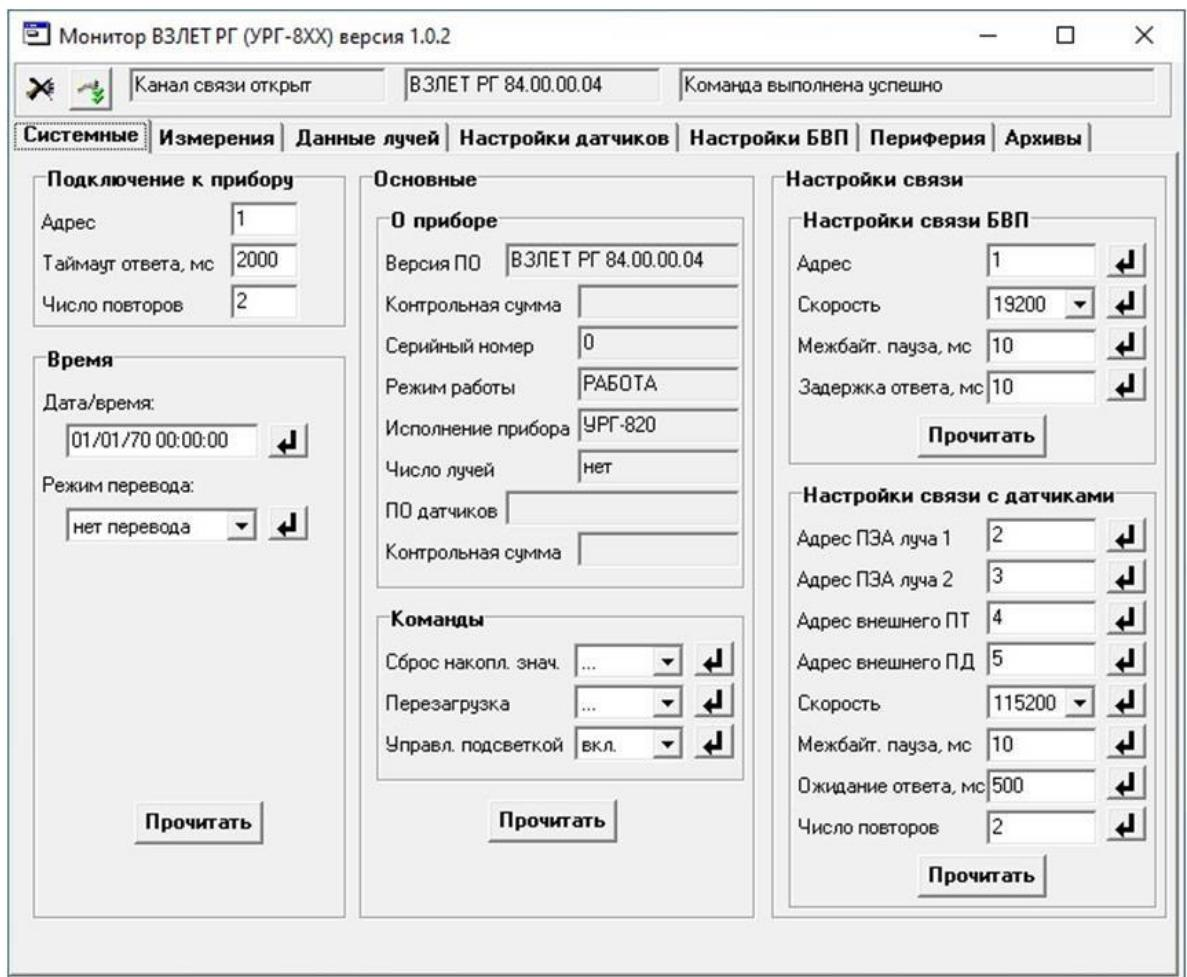

Рисунок 20 - Основное окно программы после установления связи с расходомером.
6.1.3 После настройки параметров связи нажать кнопку  в командной строке появятся сообщения: «**Канал связи открыт**», «**Команда выполнена успешно**» и номер программного обеспечения расходомера (см. рисунок 20), а кнопка включения изменит свой вид: .